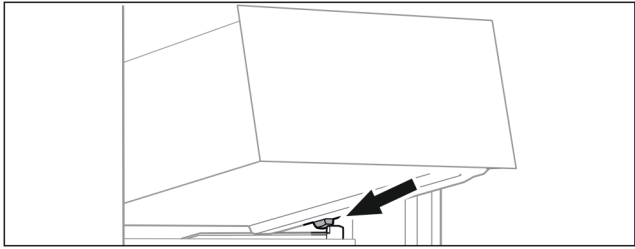

Fig. 55
► 将抽屉斜放在容器肋梁上的止动器后面。（参见 Fig. 55）